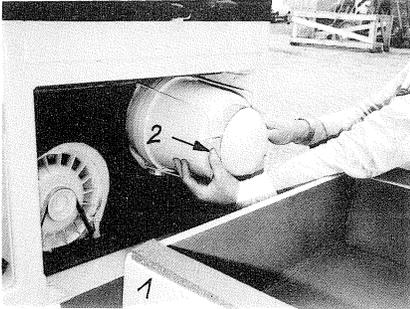

Bild 33
- (1) Schutzhaube seitlich wegklappen, (Bild 33/1).
- (2) Filterklammern seitlich einriegeln, (Bild 33/2).